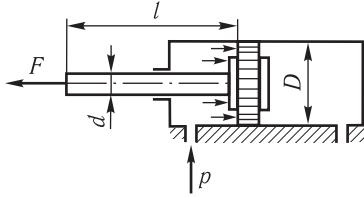

Рис. 2.2
**2.4.** Поршень діаметром  $D = 200$  мм (рис. 2.2) перебуває під тиском  $p = 5$  МПа. Визначити напруження в сталевому штоку та його абсолютно видовження, якщо діаметр штока  $d = 40$  мм, довжина  $l = 0,4$  м, модуль пружності матеріалу штока  $E = 2 \cdot 10^5$  МПа.